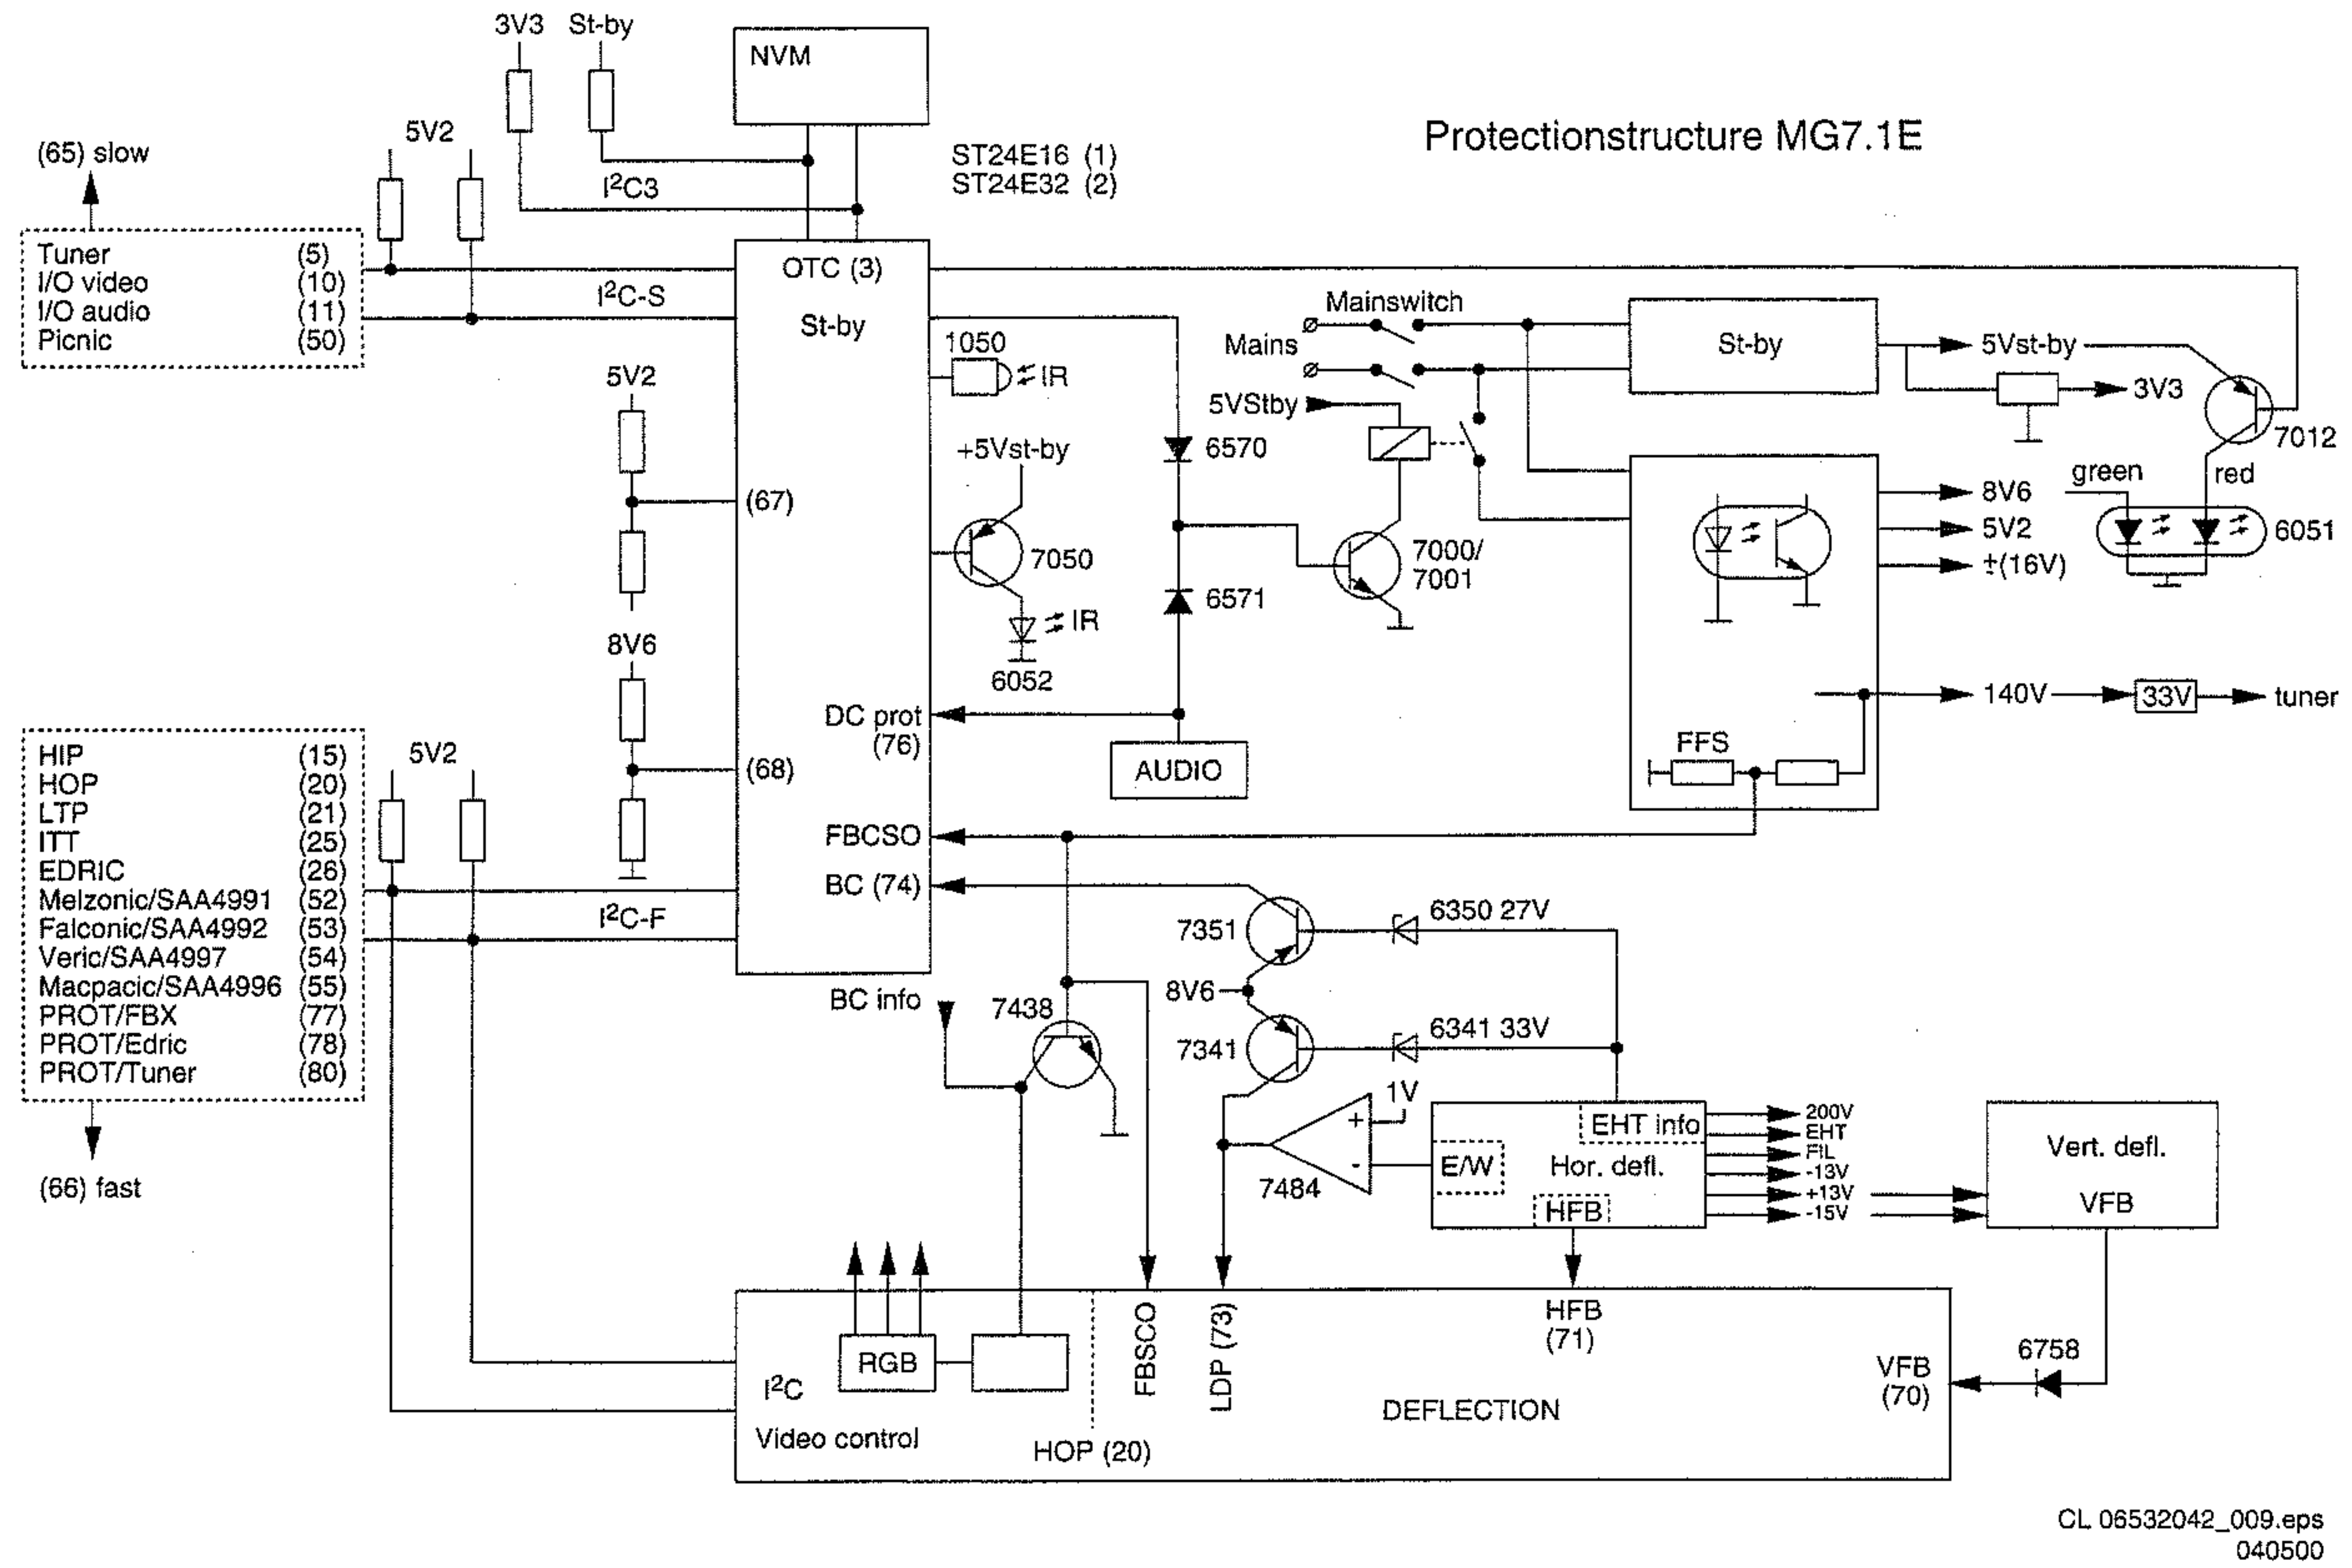

Abbildung 5-6
Das Diagramm mit den Schutzschaltungen des MG7.1E zeigt den Aufbau des Schutzsystems. Siehe Schutzschaltungsdiagramm (Abb. 5-6).
5.6.3 Schutz von den Eingängen auf dem OTC (Abb. 5-6).
5.6.4 Schutz vor dem Statusregister des HOP (Abb. 5-6).